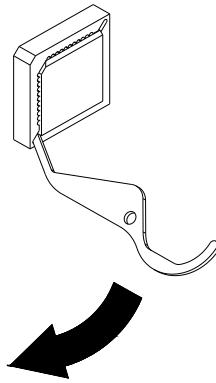

图 5-9：把固件集成芯片从插座撬出来
2. 如图 5-9 所示，缓缓往回拉动芯片拆卸工具，轻轻地集成芯片的一角。换到另一个开槽边角处，重复此步骤。继续操作，直到芯片从插座中松脱开。